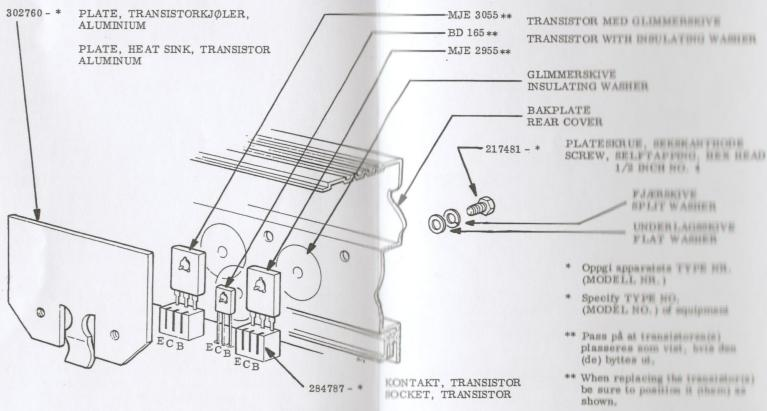

Fig. 2.9 Montering av transistorene BD160, MJE 2955, MJE 3055.
2.7, 2.8 og fig. 2.9 på side 11.